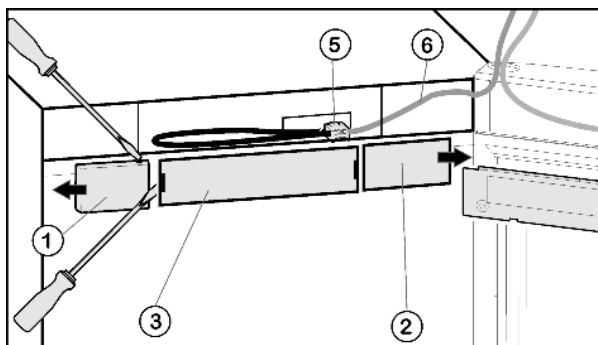

Fig. 4
- ▶ Снятие крышки со стороны ручки Fig. 4 (1): справа выведите из фиксатора при помощи плоской отвёртки и сдвиньте наружу.
- ▶ Снятие крышки со стороны шарнира Fig. 4 (2): слева выведите из фиксатора при помощи плоской отвёртки и сдвиньте наружу.
- ▶ Снимите переднюю накладку Fig. 4 (3) с помощью плоской отвертки.
- ▶ Снимите контакт и извлеките разъем Fig. 4 (5).
- ▶ Высвободите из направляющей серый кабель Fig. 4 (6).
- ▶ Снова установите разъем *Fig. 4 (5)*.
- ▶ Снова установите крышку *Fig. 4 (3)*.
- ▶ Установите крышку *Fig. 4 (2)* снаружи со стороны шарнира с поворотом на 180° и защелкните ее.